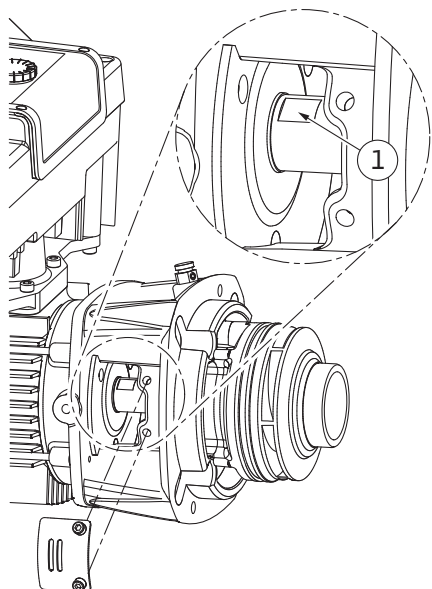
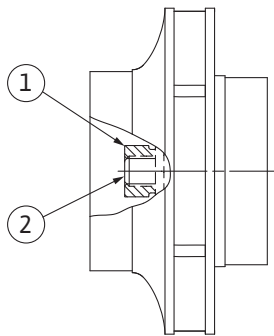
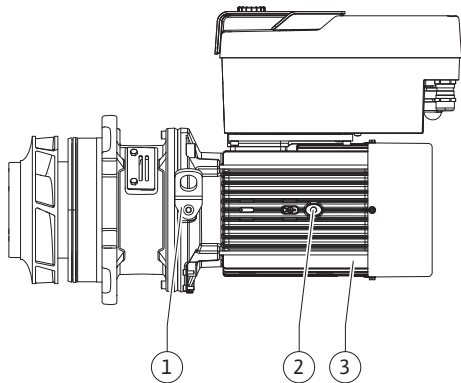

Fig. 105: Nøgleflader på akslen
Fig. 106: Korrekt position for pumpehjulsmøtrikken efter installation
Fig. 107: Indstikssæt
14. Før en gaffelnøgle (nøglevidde 22 mm) ind i lanternevinduet, og hold akslen fast på nøglefladerne (Fig. 105, pos. 1). Skru pumpehjulsmøtrikken (Fig. I, pos. 22) ud. Pumpehjulet (Fig. I, pos. 21) trækkes automatisk af akslen.
15. Afmonter udligningsskiven (Fig. I, pos. 20).
3. Før en gaffelnøgle (nøglevidde 22 mm) ind i lanternevinduet, og hold akslen fast på nøglefladerne (Fig. 105, pos. 1).
8. Hold fast i akslen med en gaffelnøgle (nøglevidde 22 mm), og spænd pumpehjulsmøtrikken med det foreskrevne tilspændingsmoment (se tabellen "Tilspændingsmomenter" [► 261]). Møtrikken (Fig. 106, pos. 1) skal cirka flugte $\pm 0,5$ mm med akselenden (Fig. 106, pos. 2). Gør den ikke det, løs den, og gentag handlingstrinene 4 ... 8.
9. Fjern gaffelnøglen, og monter beskyttelsespladen (Fig. I, pos. 27) igen.
10. Før en gaffelnøgle (nøglevidde 32 mm) ind i lanternevinduet (Fig. IV, pos. 38), og hold akslen fast på nøglefladerne (Fig. 105, pos. 1). Monter pumpehjul med skive(r) og møtrik. Spænd møtrik. Undgå at beskadige akseltætningen, fordi den kommer til at sidde skævt.
11. Rengør lanternens not, og læg den nye O-ring i (Fig. III, pos. 19).
13. Før indstikssættet (se Fig. 107) ind i pumpehuset i den gamle eller en anden ønsket vinklet position. Overhold her komponenternes tilladte installationspositioner (se kapitlet "Tilladte installationspositioner og ændring af komponentplaceringen før installationen" [► 257]).
14. Det anbefales at anvende monteringsboltene (se kapitlet "Tilbehør" [► 253]). Når lanterneføringen mærkbart har fat (ca. 15 mm før den endelige position), er der ikke længere fare for, at det kan tippe eller komme til at sidde skævt. Når indstikssættet er sikret med mindst en skrue (Fig. I/III, pos. 10 eller Fig. III/IV, pos. 29), kan fastgørelsesudstyret fjernes fra transportringene.
15. Skru skrue(r) (Fig. I/III, pos. 10 eller Fig. III/IV, pos. 29) i, men spænd dem ikke helt endnu. Når skrue(r) skrues i, trækkes indstikssættet ind i pumpehuset.